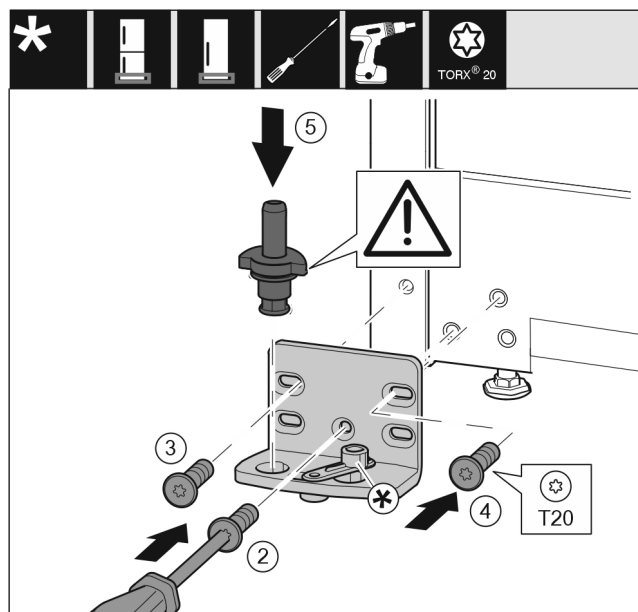

Fig. 22 *
- Applicare il blocco di supporto sull'altro lato e avvitarlo con l'aiuto di un cacciavite. Iniziare dalla vite Fig. 22 (2) in basso al centro.*
- Stringere la vite Fig. 22 (3) e la vite Fig. 22 (4).*
- Inserire completamente i perni di supporto Fig. 22 (5). Facendo ciò assicurarsi che la camma di arresto sia rivolta all'indietro.*
- Applicare il blocco di supporto sull'altro lato e avvitarlo con l'aiuto di un cacciavite. Iniziare dalla vite (2) in basso al centro.*
- Stringere la vite (3) e la vite (4).*
- Inserire completamente i perni di supporto (5). Facendo ciò assicurarsi che la camma di arresto sia rivolta all'indietro.*